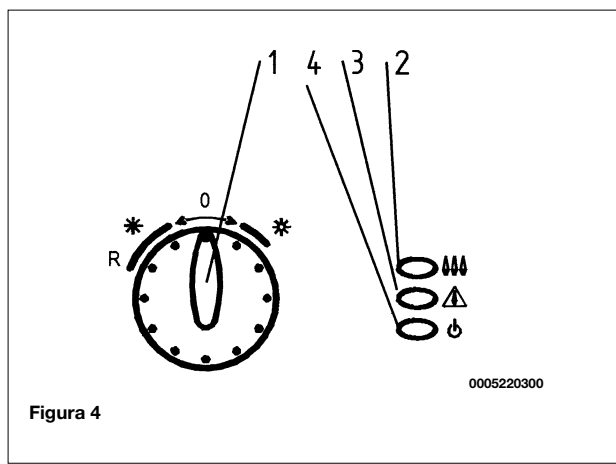

Figura 4
Advertencia: Durante la primera puesta en marcha, es posible que el quemador no se encienda (y se bloquee la caldera) hasta que salga todo el aire de la tubería del gas. En este caso, se aconseja repetir la operación de encendido hasta que llegue gas al quemador ubicando el selector (1) en **R** por un segundo en el mínimo. (vea figura 4).